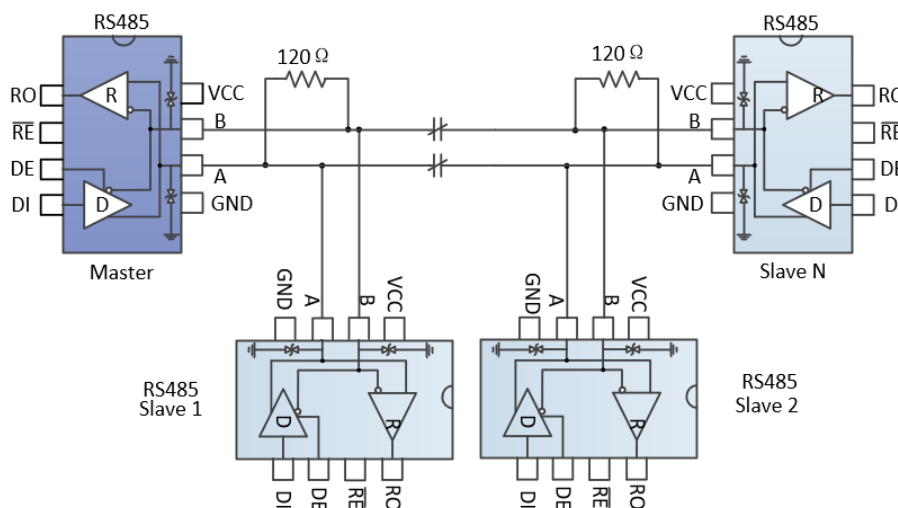

图 9 总线式 RS485 半双工通讯网络
4.1 总线式组网：SP3485EIM/TR RS485 收发器设计用于多点总线传输线上的双向数据通信。图 9 显示了典型网络应用电路。这些器件也能用作电缆长于 4000 英尺的线性转发器，为减小反射，应当在传输线两端以其特性阻抗进行终端匹配，主干线以外的分支连线长度应尽可能短。